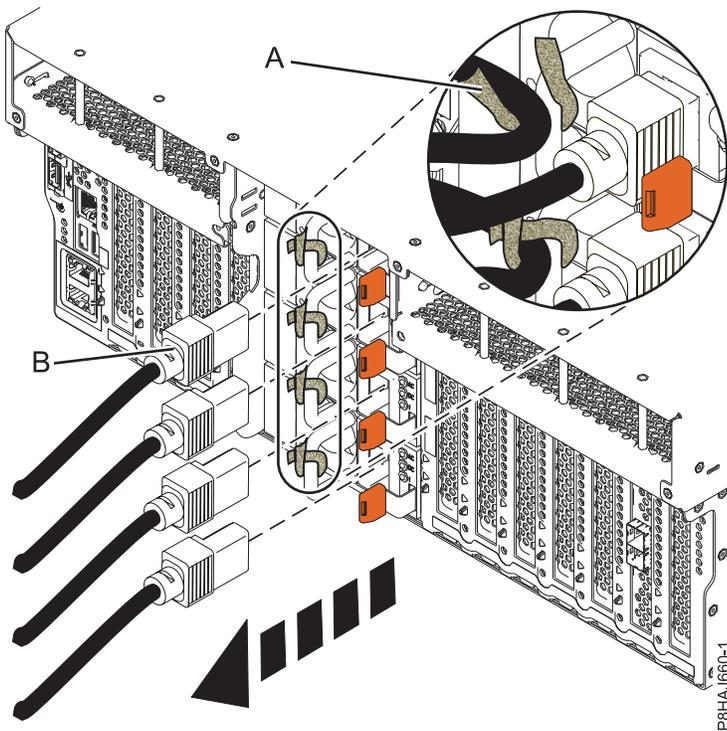
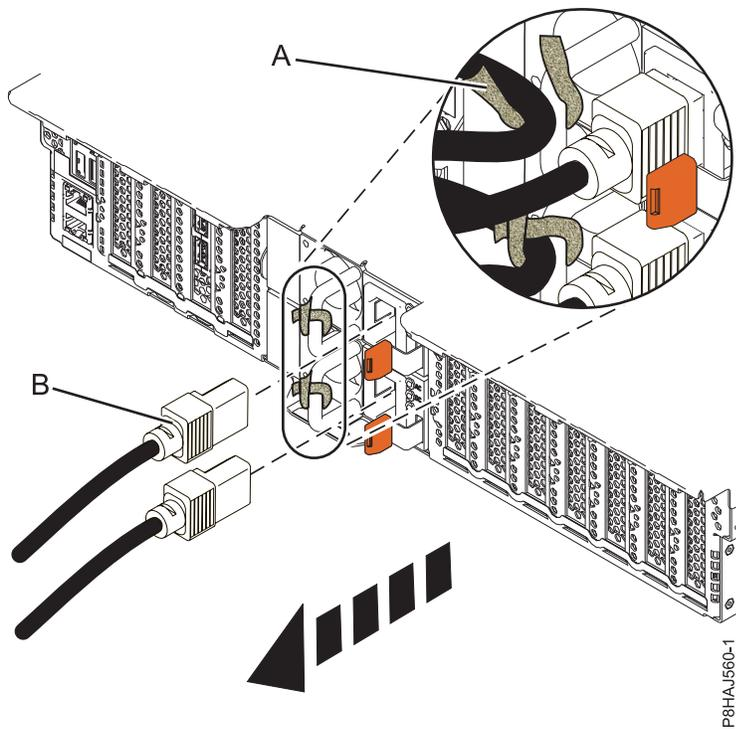
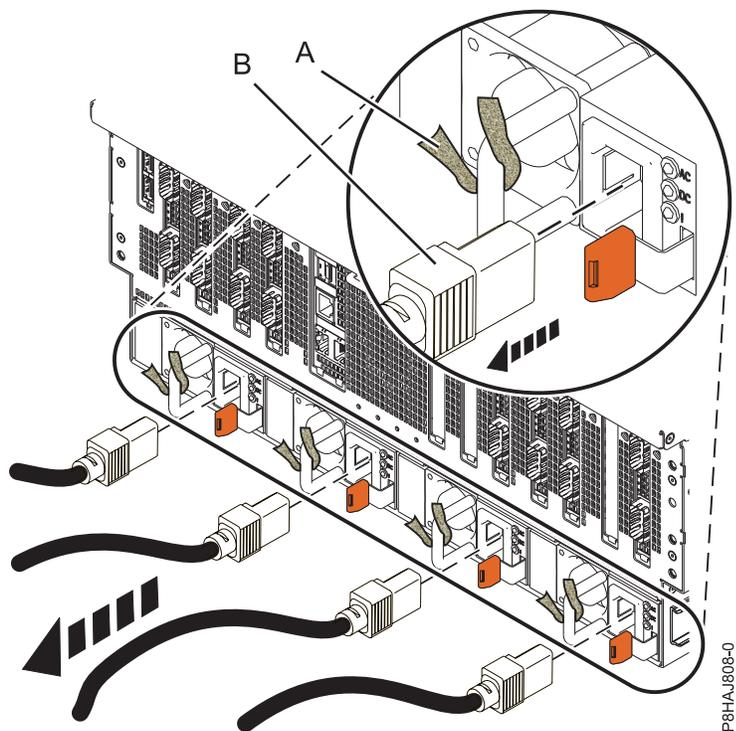

Figura 56. Remover os cabos de alimentação de um sistema 8247-42L, 8286-41A ou 8286-42A
Figura 57. Remover os cabos de alimentação de um sistema 5148-21L, 5148-22L, 8247-21L, 8247-22L, 8284-21A ou 8284-22A
Figura 58. Remover os cabos de alimentação de um sistema 8408-44E ou 8408-E8E
3. Desligue os cabos de alimentação **(B)** da unidade de sistema. Consulte Figura 56 na página 100, Figura 57 na página 101 ou Figura 58 na página 101 ou dependendo do tipo de sistema.